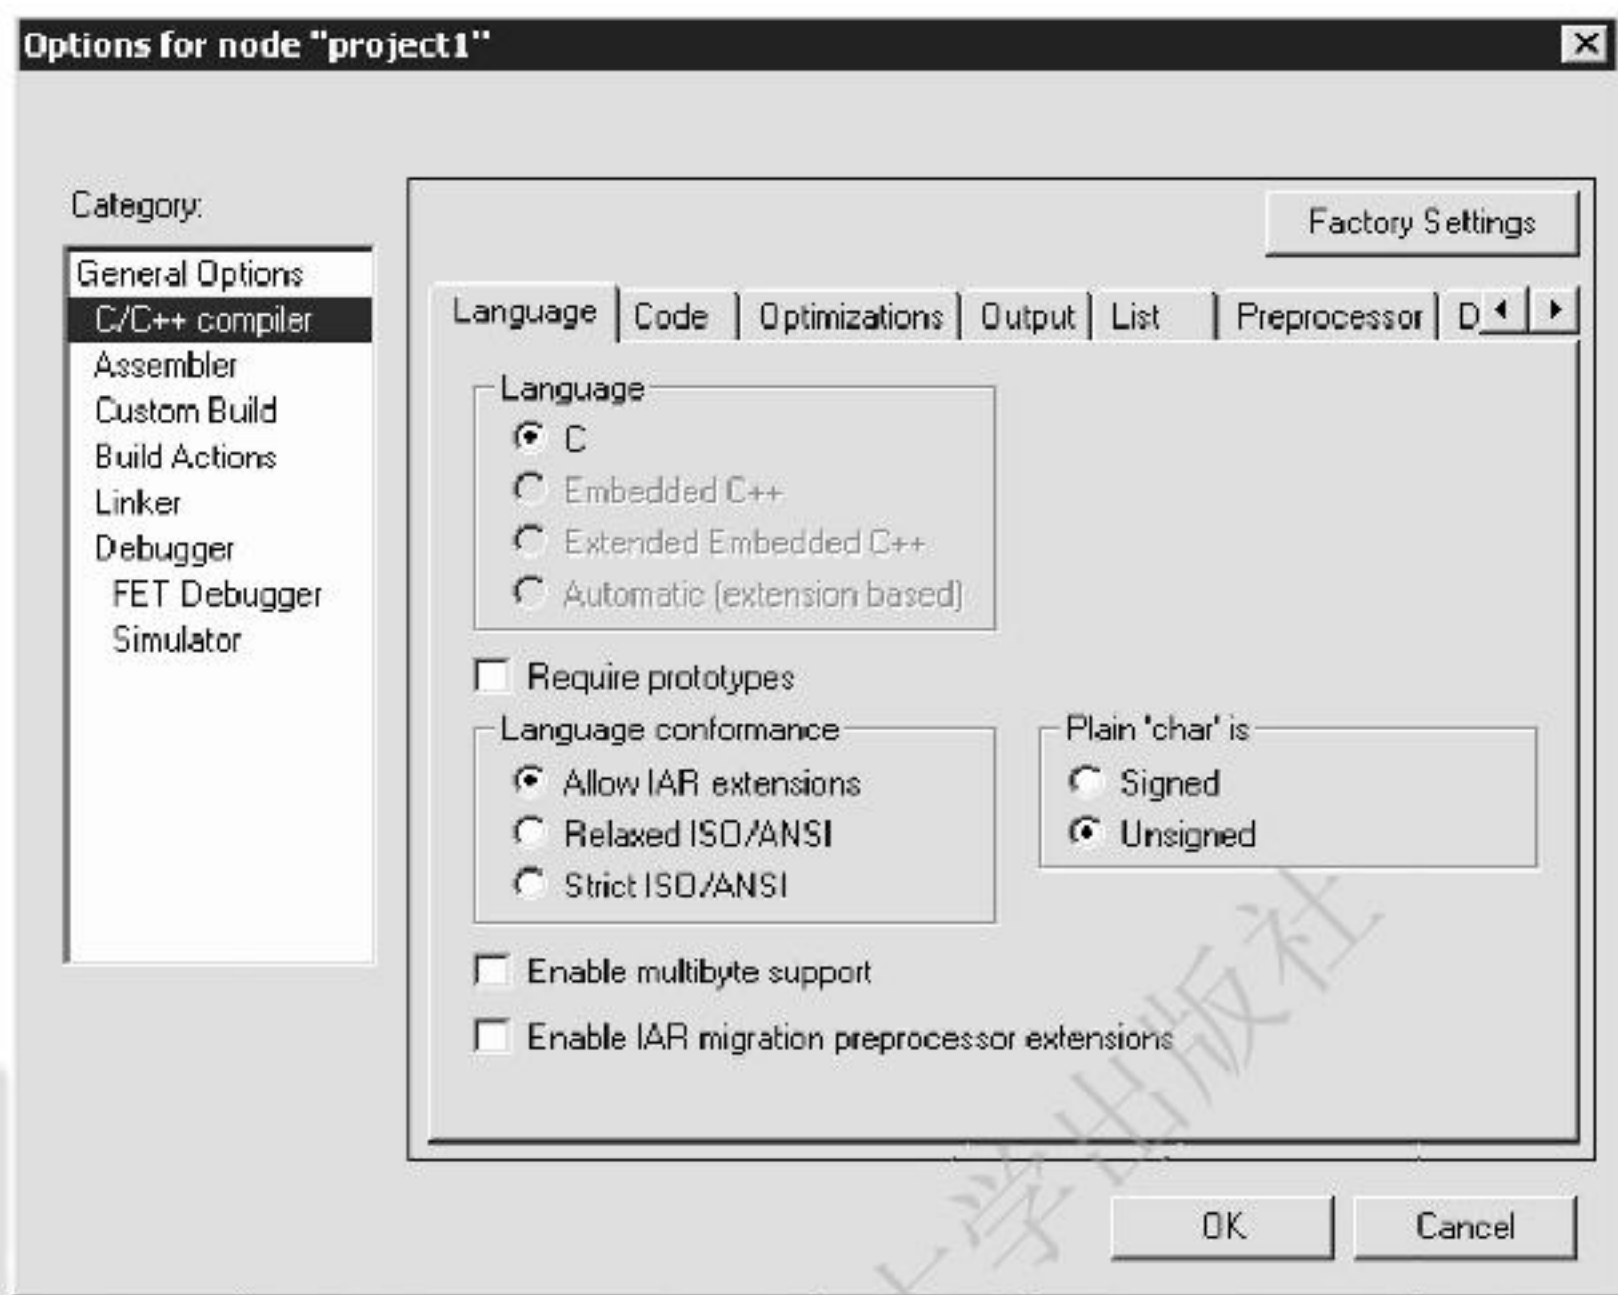

图 4-12 设置项目选项对话框
7) 所有的源文件都输入完毕以后,需要设置项目选项(Project Options)。选择 Project→Options 命令,或者将光标放在窗口左边的 Workspace 窗口的项目名字上单击右键(简称右击)选择 Options 命令,可以看到如图 4-12 所示对话框。
8) 图 4-12 中是有关对本项目进行编译(compile)和创建(make)时的各种控制选项,系统的默认配置已经能够满足大多数应用的需求,所以通常情况下用户只需要更改两个地方。